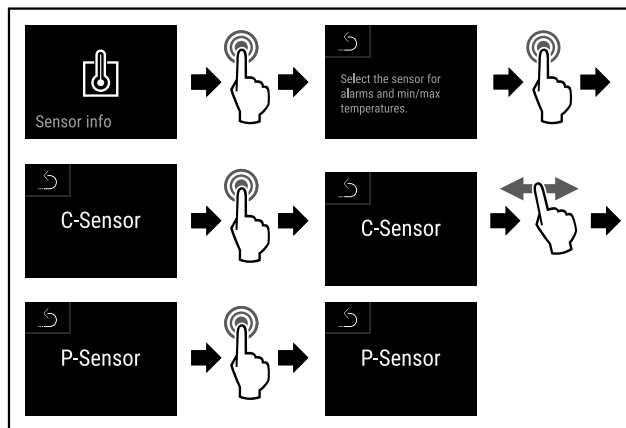

Fig. 167
- ▶ Efectuați pașii de acțiune (vezi Fig. 167).